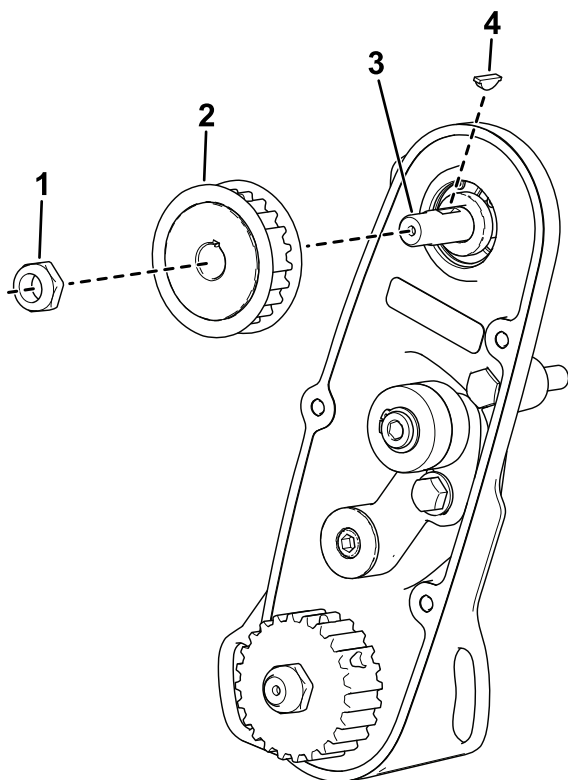

Figure 6
2. Placez la clavette dans la rainure de l'arbre d'entraînement (Figure 6).
3. Installez la poulie (Figure 6).
4. Fixez le nouvel arbre d'entraînement sur l'ensemble avec l'écrou (Figure 6).